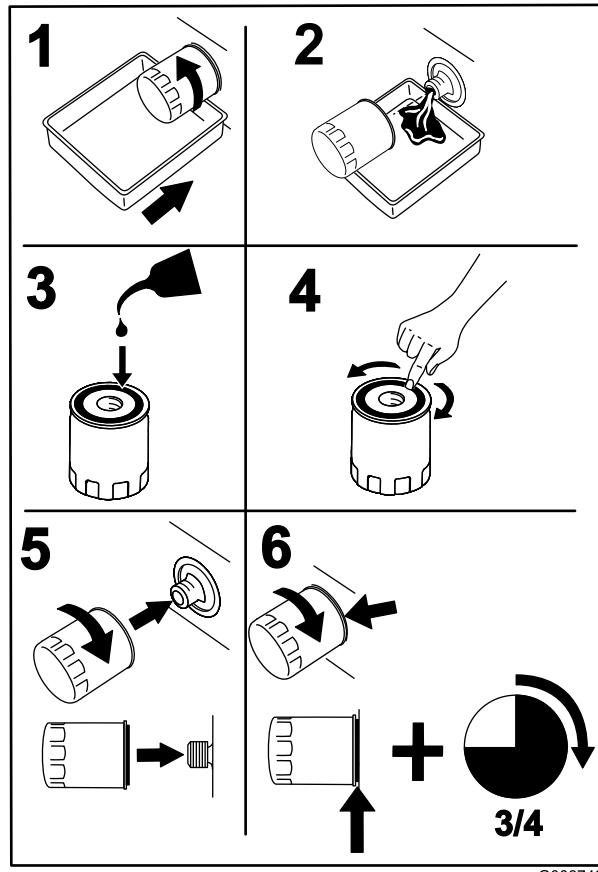

Figura 47
- Cambie el filtro de aceite del motor (Figura 47).